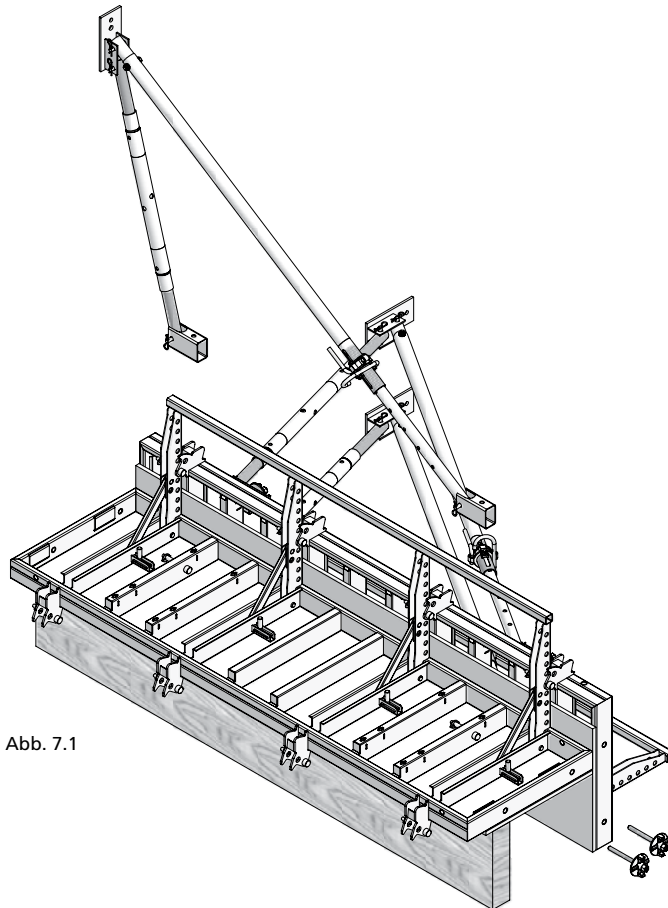

Abb. 7.1
1. Die Anschlussgelenke an den Richtkonsolen mit Flanschschrauben an den Funktionsstreben montieren (Abb. 7.1).